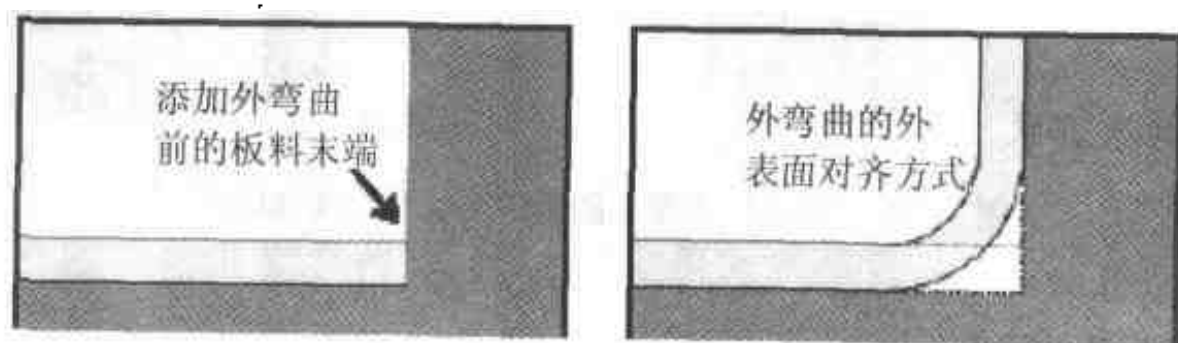

图 1.50 外弯曲示意
- **外弯曲**：这种弯曲图素对施加该弯曲的板料进行修剪，使弯曲的外表面与板料末端表面的原位置对齐(图 1.50)。